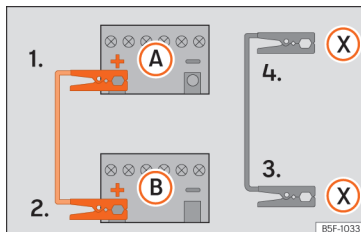

Abb. 55 Anschlusschema für Fahrzeuge mit Start-Stopp-System.
- 4b. Bei Fahrzeugen mit Start-Stopp-System: ein Ende des schwarzen Starthilfekabels (X) an einen geeigneten Masseanschluss, ein massives, fest mit dem Motorblock verschraubtes Metallteil oder an den Motorblock selbst anklennen » » **Abb. 55**.
5. Klemmen Sie das andere Ende des schwarzen Starthilfekabels (X) im Fahrzeug mit der entladenen Batterie an ein mit dem Motorblock verschraubtes, massives Metallteil oder an den Motorblock selbst, aber so weit wie möglich von der Batterie (A) entfernt an.